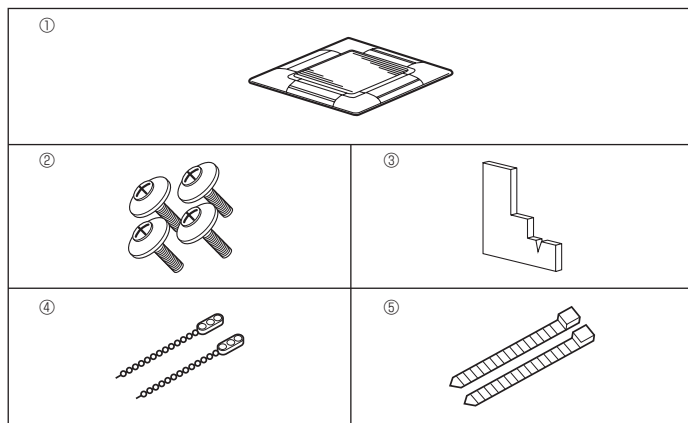

Fig. 5-1
5.1. Überprüfung des Gitterzubehörs (Fig. 5-1)